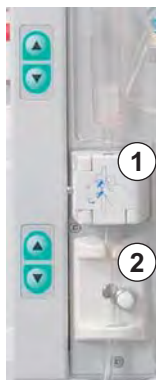

Fig. 5-11 Installazione della linea venosa
12. Posizionare la linea venosa nel sensore aria di sicurezza (SAD, Fig. 5-11, ① ) e nella clamp della linea (SAK, ② ).